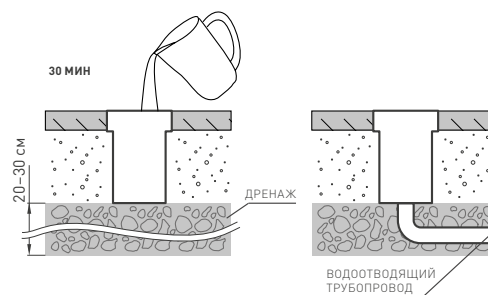

Рис. 2. Установка светильника в грунт
- ⚠ ВНИМАНИЕ!** Все работы по монтажу производите только при отключенном напряжении питающей сети. Установка оборудования должна осуществляться только квалифицированным персоналом, имеющим опыт установки подобного оборудования, а также имеющим соответствующий допуск на проведение монтажных работ. В процессе монтажа светильника строго соблюдайте действующие «Правила устройства электроустановок» (ПУЭ) и другие национальные нормативные документы и правила. Светильник спроектирован и испытан на статическую нагрузку до 500 или 2000 кг (в зависимости от модели), допускается монтаж и эксплуатация только в пешеходных зонах. Светильник не предназначен для установки на проезжую часть. ЗАПРЕЩАЕТСЯ производить монтаж светильника в условиях дождя, снега, тумана или повышенной влажности. ЗАПРЕЩАЕТСЯ устанавливать светильник в местах скопления воды (ямы, низины и т. п.). Светильник имеет степень защиты IP67 и не предназначен для установки под водой. В месте установки светильника необходимо подготовить дренажную систему из гравия (20–30 см) и убедиться в ее работоспособности (см. рис. 2). Для этого нужно полностью заполнить монтажную коробку светильника водой и проверить, исчезла ли вся вода в течение 30 минут. Если вода полностью не исчезла, необходимо рассмотреть возможность монтажа дополнительной дренажной системы (водоотводящего трубопровода).